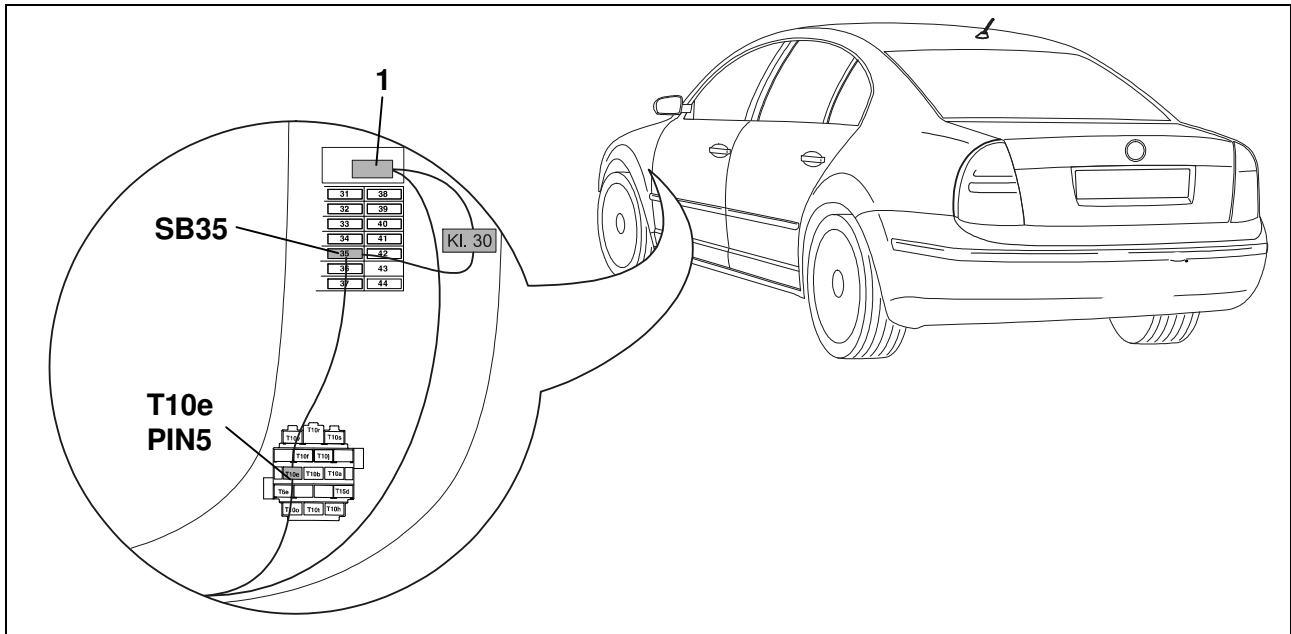

Fig. 2: Montageoverzicht
15. De korte rode leiding (continu stroom) aansluiten op de bus T10e op pin 5 (fig. 2).
18. Het andere uiteinde van de kabel aansluiten op het zekeringsblok SB 35 (fig. 2).
19. Met de tweede rode enkelvoudige leiding een verbinding leggen van bus T10e, pin 5 naar het zekeringsblokd SB 35 (fig. 2). Steek eenzekering 30A in positie 35.
20. Het ringoog op aansluiting 30a (fig. 2) bevestigen.